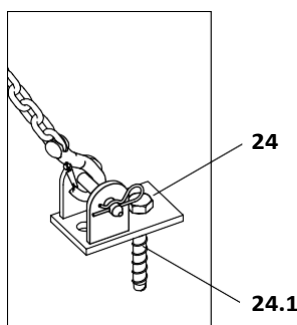

Fig. A7.03b
3. Закрепете с болтове анкерната верига към петата и осигурете болтовете с щифтове. (Fig. A7.03b)